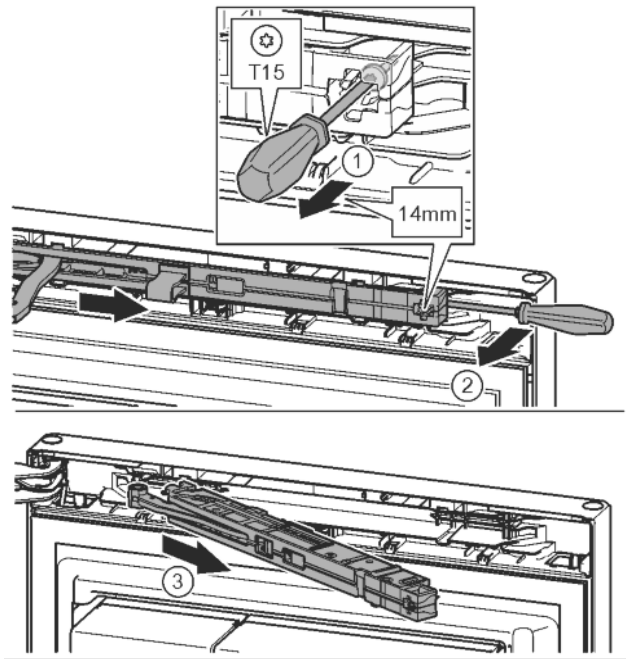

Fig. 15
- ▶ Allentare di ca. 14 mm la vite nell'unità dell'ammortizzatore di chiusura con il cacciavite T15. Fig. 15 (1)
- ▶ Portarsi con un cacciavite lato maniglia dietro l'unità dell'ammortizzatore di chiusura e ruotare in avanti. Fig. 15 (2)
- ▶ Estrarre l'unità dell'ammortizzatore di chiusura. Fig. 15 (3)